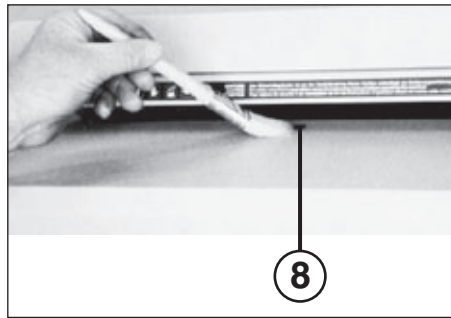

Fig. 4
- 8 = Fotocell (körning framåt) (fig. 4)**
FOTOCELLERNA (8) (fig. 4):